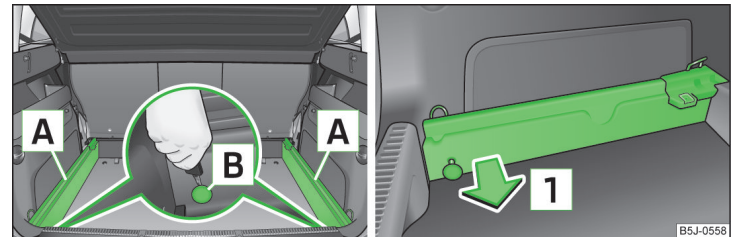

Abb. 70 Gepäckraum: Sicherungspunkte lösen / Tragschienen herausnehmen
- Die Sicherungspunkte **B** » Abb. 70 an den Tragschienen mit dem Fahrzeugschlüssel bzw. mit einem flachen Schraubendreher lösen.
- An jeder Tragschiene den Sicherungspunkt **B** » Abb. 70 bis zum Anschlag drücken.